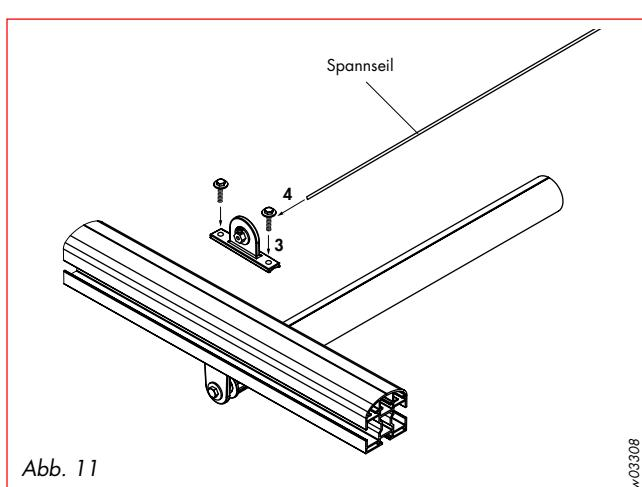

Abb. 11
Für den oberen Windlastträger (→Spannseil) müssen die Montagelöcher in die Führungsschienen gebohrt werden. Die Seilhalter müssen bei Einzelanlagen genau über den unteren Haltern angebracht werden (siehe Abb. 11).
- Seilhalter mit Schrauben DIN 7976 6,3 x 19 an Führungsschiene befestigen (3) (siehe Abb. 11).
- Spannseil weiter durch die Schraube des zweiten Halters führen (4) (siehe Abb. 11).